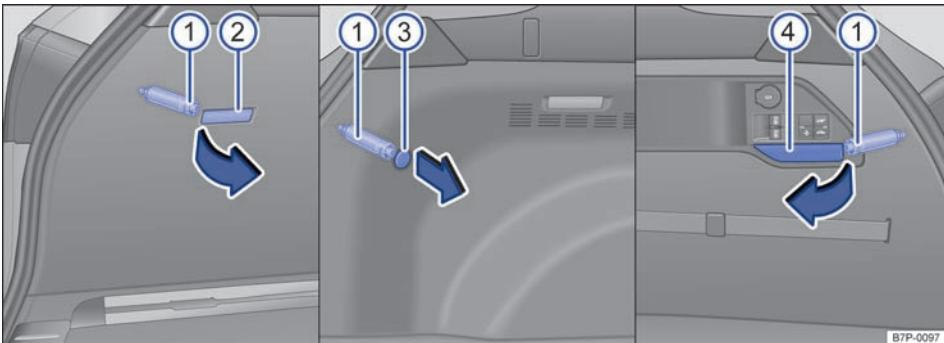

图 279 行李箱中侧面：左侧行李箱照明灯 ②、左侧盖板 ③、右侧盖板 ④ 和中心螺栓 ①
3. 拆下盖板 → 图 279 ③、④ 或行李箱照明灯 ②。用随车工具中的螺丝刀的扁平工具头将盖板或行李箱照明灯从凹槽处小心地沿箭头方向撬下。
4. 将随车工具中的螺丝刀的扁平工具头插入中心螺栓 → 图 279 ① 中。
5. 将中心螺栓 ① 拧出，同时要固定住尾灯。中心螺栓保留在车上，并固定住防止脱落。
12. 用一只手将尾灯保持在安装位置上，用另一只手拧紧中心螺栓 → 图 279 ①。